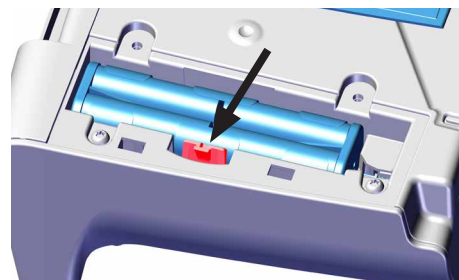

Bild 2
- ⇒ Tryck hållarklämman (bild 2) åt sidan och ta bort batterihållaren.